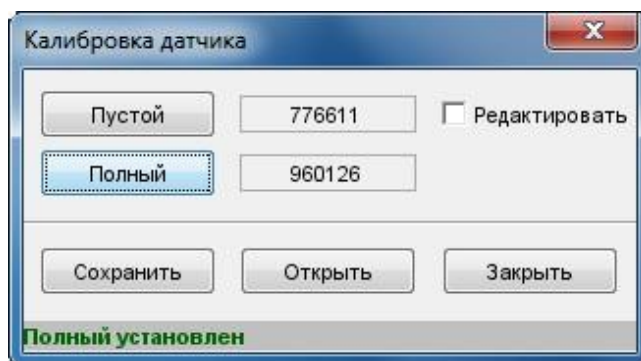

Рис. 2.15 Установка верхнего и нижнего пределов уровня (а)
- 4.** В окне программы (рис. 2.15) нажмите кнопку **Полный**. Напротив кнопки **Полный** появится надпись **Установлено**.